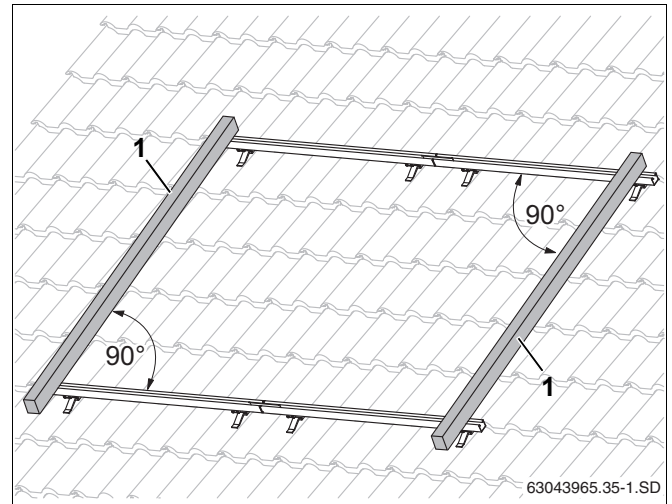

Рис. 33 Выравнивание профильных реек
- Выровняйте верхние и нижние профильные рейки относительно друг друга по краям в горизонтальной плоскости (рис. 33, используйте уровень).
Измерьте диагонали или положите планку (рис. 33, поз. 1) на концы профильных реек. Угол между планкой и профильной рейкой должен составлять 90°. Выровняйте профильные рейки в продольных отверстиях.